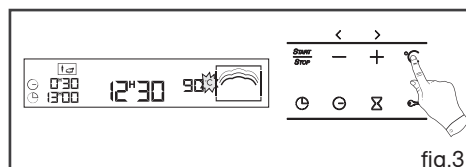

fig.3
• **Rooster (fig.3)**
- Druk op de toets °C, het symbool °C knippert (fig.3).